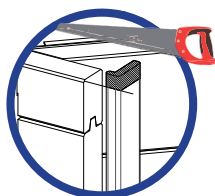

Fig. 5 / Abb. 5 / Afb. 5
- Position the L trimming on the ends of the boards. • Cut off the excess part of the trimming according to the height of the pool if necessary (figure 5). • Fix trimming L using 3 screws 4 x 60 uniformly distributed over the height of the piece (figure 6).
- Présentez le cache L sur les extrémités des madriers. • Coupez l'excédent de cache selon la hauteur du bassin si nécessaire (figure 5). • Fixez le cache L à l'aide de 3 vis 4x60 également réparties sur la hauteur (figure 6).
- Legen Sie die Zierleiste L auf die Enden der Bretter. • Falls erforderlich, schneiden Sie das, was von der Zierleiste übersteht, je nach Höhe des Beckens (Abb. 5) ab. • Befestigen Sie die Zierleiste L mit Hilfe von 3 Schrauben 4 x 60 gleichmäßig auf der Höhe (Abb. 6).
- Plaats sierlijst L op de uiteinden van de planken. • Indien nodig, overtollige stukken van de sierlijst afsnijden, afhankelijk van de hoogte van het bassin (afbeelding 5). • Zet de sierlijst L vast met behulp van 3 schroeven 4 x 60 gelijkmatig over de hoogte verdeeld (afbeelding 6).